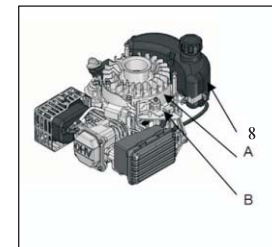

Abb. 12
4. Bewegen Sie den Starter-Griff (am Gerät), um die Schwungradbremse zu lösen, und überprüfen Sie, ob zwischen dem Steuerarm und der Gasrückführstange Spiel vorhanden ist, wenn der Gashebel auf der schnellen (oder hohen) Position steht. Überprüfen Sie außerdem, ob zwischen dem Stopper und der Bremskabelhalterung ein Mindestabstand von 2 mm vorhanden ist. (Abb. 12)